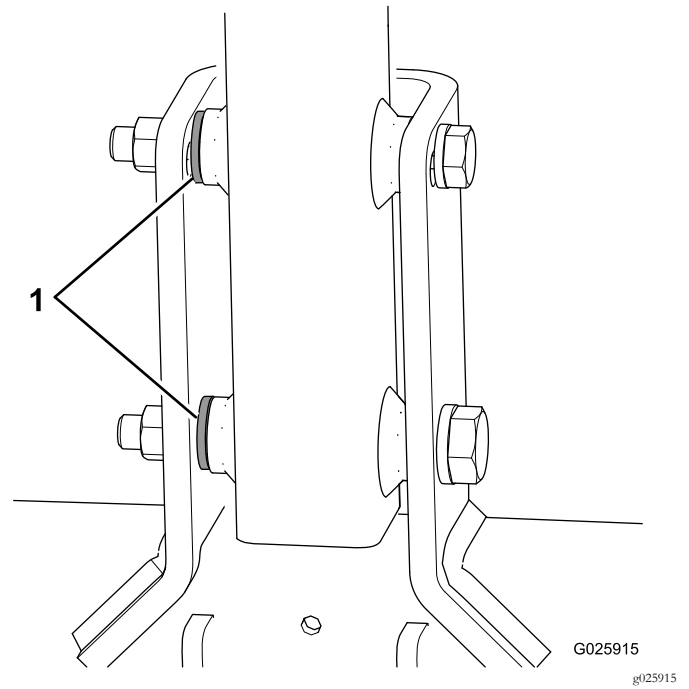

図 6
- マシンの各ボルトに3枚目のワッシャがついている場合には、これをスペーサとして、ヒッチピボットブラケットの内側とヒッチとの間に挿入する 図 6。